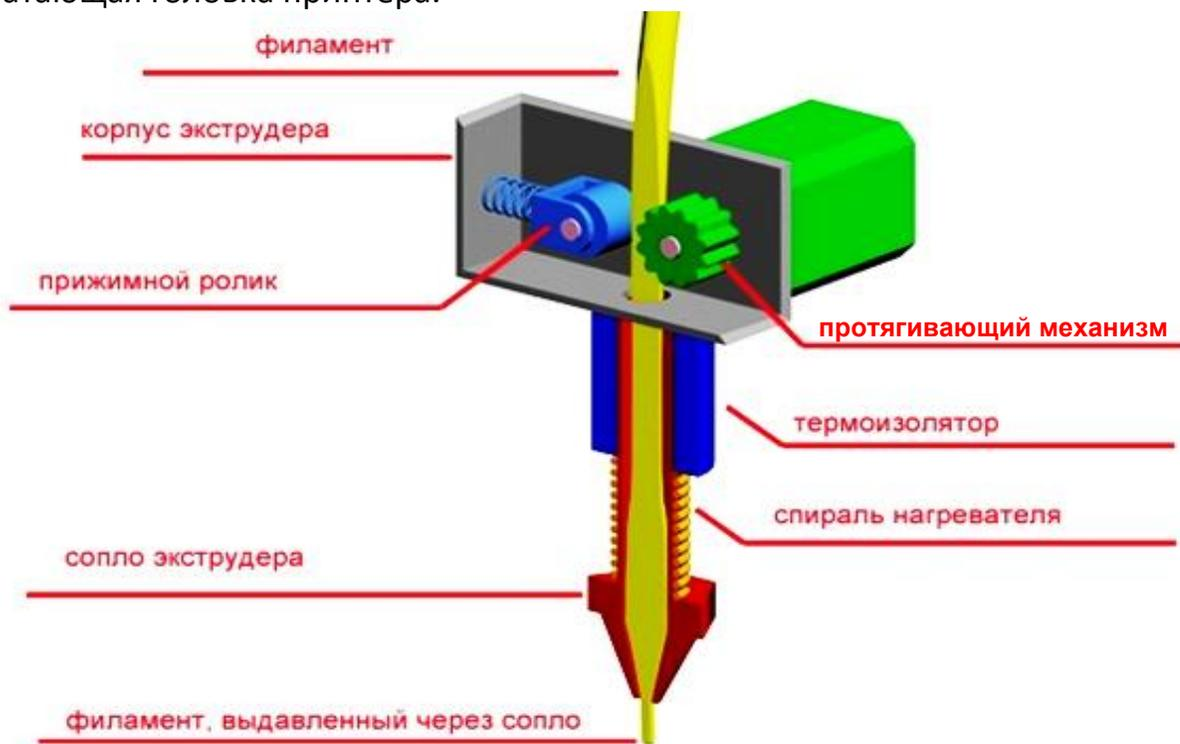

Рисунок 9.2 – Схема экструдера
2) Одним из важнейших элементов является экструдер (рисунок 9.2), то есть печатающая головка принтера.